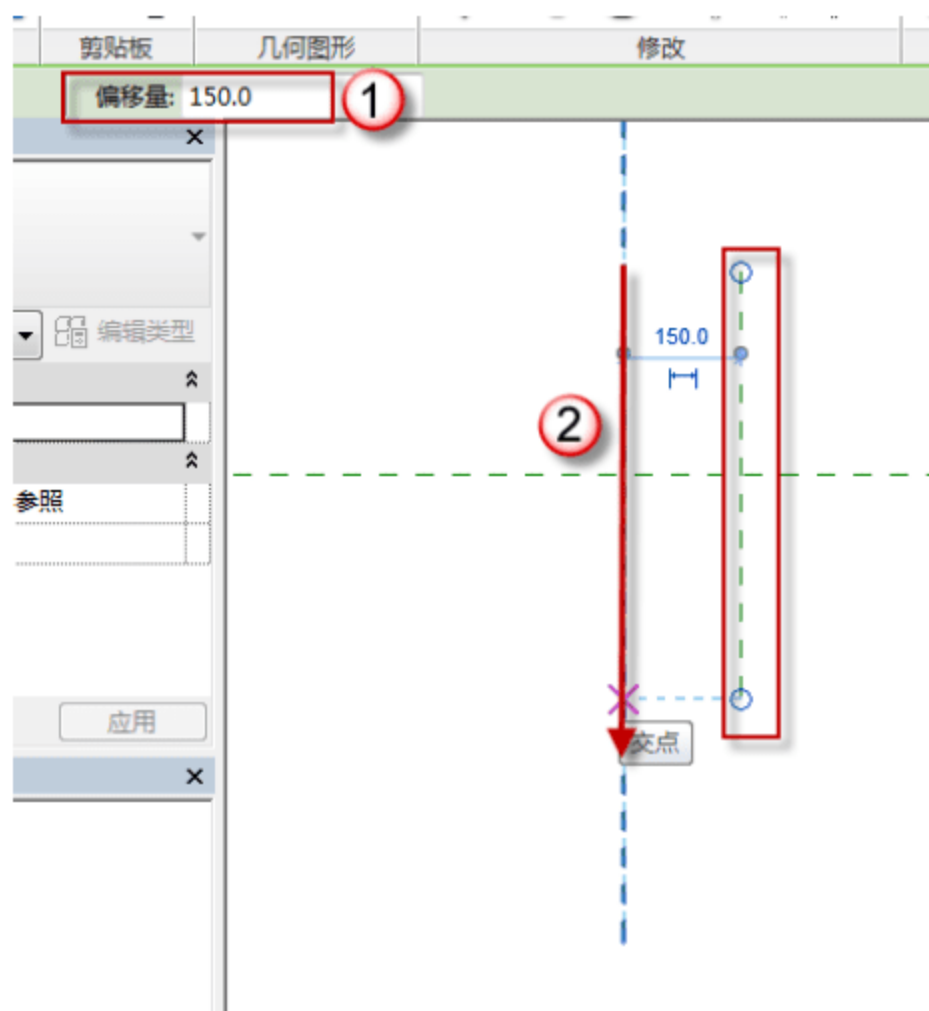

图 12.2.2 绘制辅助线
(2) 绘制辅助线。按快捷键 R+P，在“偏移量”后输入“150”字样，然后绘制辅助线，如图 12.2.2 所示。